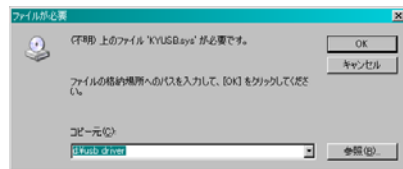
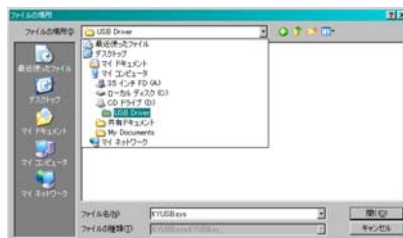

図 13. USBドライバのインストール画面4
図 14. USBドライバのインストール画面5
- ④Windows のバージョンによっては、図13のようなメッセージが表示される場合があります。この場合、『参照』ボタンをクリックし、図14の画面でCDドライブの『USB Driver』フォルダを指定して『OK』ボタンをクリックしてください。